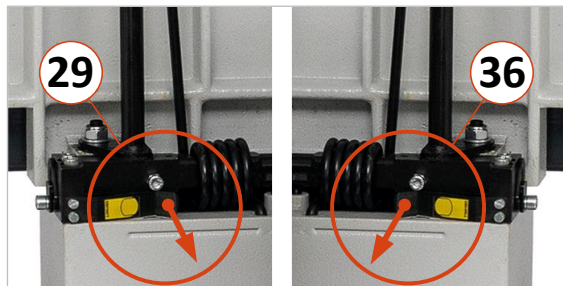

Abbildung 21: Sperrfedern für Abrichttische
Hinweis: Die Tische sind mechanisch verriegelt. Um sie herunterklappen zu können, müssen die Sperrfedern (29) und (36) nach vorne gezogen werden (siehe ⇒ Abbildung 21).